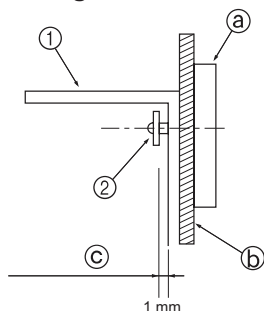

Fig. 3-4
- Pour commencer, fixer l'applique sur le mur et serrer les vis de telle façon à ce que l'applique puisse glisser vers le haut et vers le bas. (Fig. 3-4)
- ① Applique anti-basculé
- ② Vis à tôle